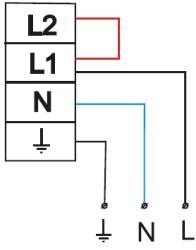

Рис.1
- Присоедините сетевые провода и провод заземления (сечение провода - от 1,0 мм2 до 2,5 мм2) к клеммной колодке: L1 - постоянная фаза, N - нейтраль, заземление - к соответствующей клемме колодки (см. рис. 1)